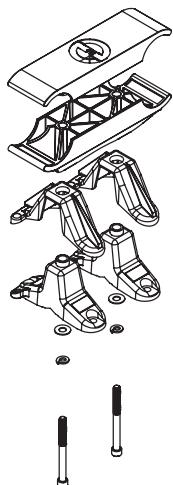

Figura 3
- Coloque o **Grampo do Tubo Inferior** no topo dos tubos e, usando uma **chave hexagonal de 6 mm (1/4")**, fixe o **Grampo de Montagem** com **Parafusos King de 3,5 pol.**, conforme mostrado na **Figura 3**
2. Coloque o **Grampo do Tubo Inferior** sobre os tubos e fixe-o com o **Grampo de Montagem** e um **Parafuso King Bolt de 8,9 cm (3,5")**, conforme mostrado na **Figura 3**